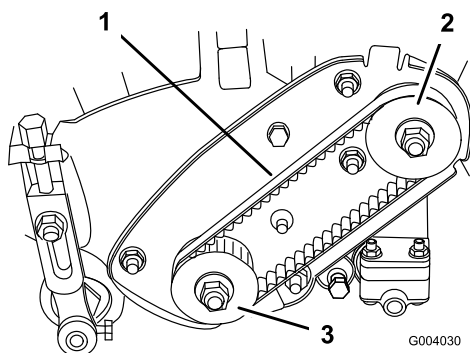

Figura 31
2. Compruebe la tensión presionando la correa (Figura 31) en el punto intermedio entre las poleas con una fuerza de $1,8 \pm 0,5$ kg. La correa debe desviarse entre 4,8 y 7,9 mm. Si la desviación no es la correcta, continúe con el paso siguiente.